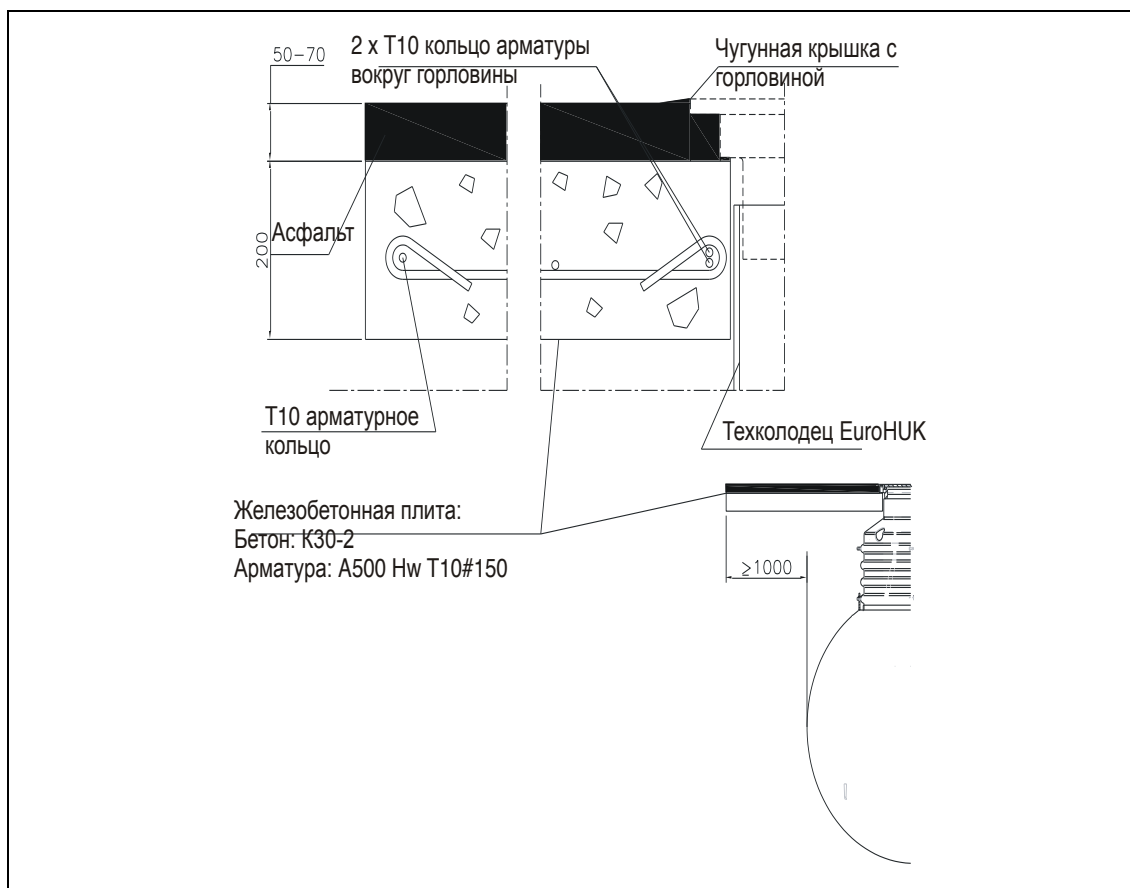

Рис. 10. Конструкция плиты, выравнивающей нагрузки.
4. На территориях движения автомобилей средней и большей грузоподъемности для выравнивания нагрузки от колес заливается железобетонная плита, выравнивающая нагрузки, и асфальт (Рис. 10).